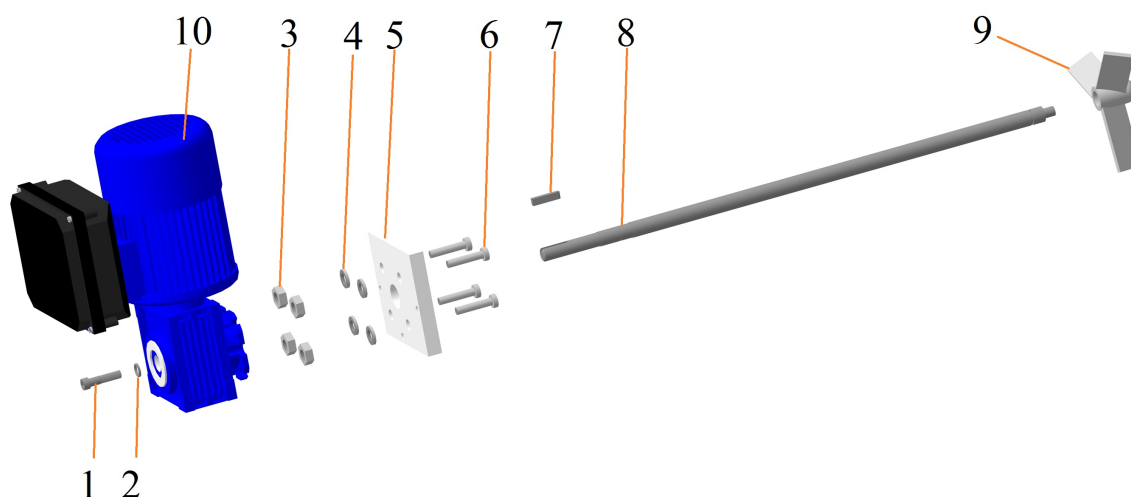

Рисунок 7.1. Детализовка мешалки SM.
4. Зафиксируйте вал и выкрутите крепёжный винт с шайбой (рисунок 7.1, поз. 1 и 2).
5. Демонтируйте вал (рисунок 7.1, поз. 8) со шпонкой (рисунок 7.1, поз. 7) из редуктора.
6. Зафиксируйте вал на горизонтальной поверхности (рисунок 7.1, поз. 8) и открутите лопастной пропеллер (рисунок 7.1, поз. 9) против часовой стрелки.
7. Демонтируйте пластиковый усилительный фланец (рисунок 7.1, поз. 5) от редуктора, выкрутив крепеж (рисунок 7.1, поз. 6 и 3).
**Состав мешалки SM с лопастным пропеллером из ПВХ (рисунок 7.1):**